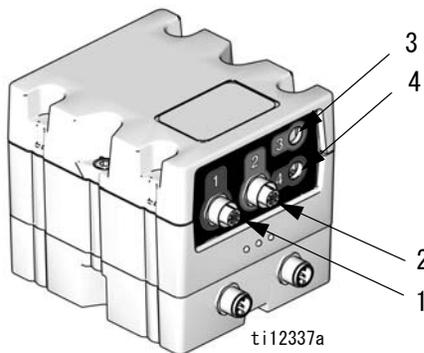

図 12: 液体コントロールモジュール前部の接続
2. 2個のネジ (C) およびFCM (A) をベース (B) から取り外します。
3. 4個のネジでベース (B) をシステムに設置します。ベースの上部を通してネジを挿入し、システムに締め付けます。
4. 2個のネジ (C) でFCM (A) をベース (B) に設置します。
5. ケーブルを液体コントロールの前部に接続します。図 12 および下表を参照してください。